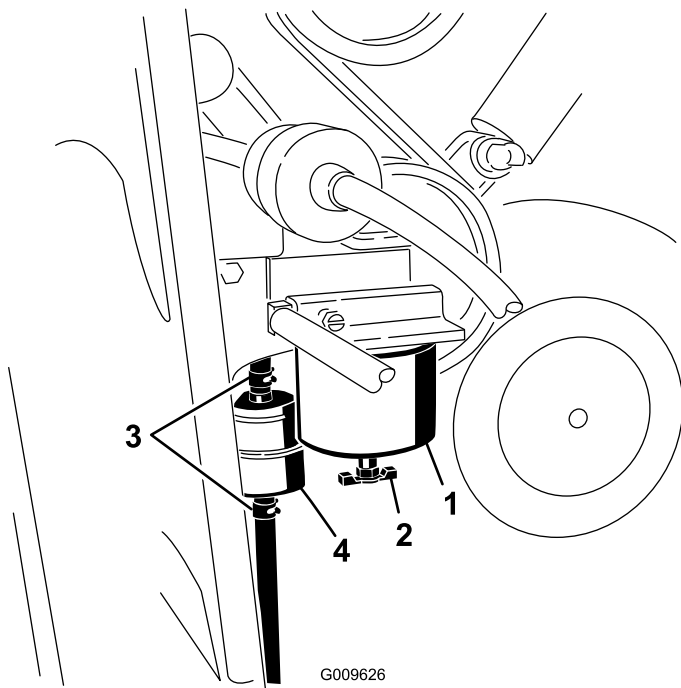

Figure 37
1. Localisez le filtre à carburant situé du côté droit du moteur (Figure 37) et placez un récipient dessous.
7. Ouvrez les colliers à chaque extrémité du filtre en ligne et débranchez les flexibles (Figure 37). Mettez le filtre au rebut.
8. Branchez les flexibles au bout d'un filtre neuf (Figure 37) en veillant à pointer la flèche qui se trouve sur le filtre dans le même sens que sur l'ancien filtre.
1. Localisez les filtres à carburant situés sur le côté droit du moteur (Figure 37) et placez un récipient dessous.
2. Nettoyez la surface autour des supports de la cartouche du filtre (Figure 37).
3. Déposez la cartouche et nettoyez la surface de montage (Figure 37).
5. Installez la cartouche à la main jusqu'à ce que le joint rejoigne la surface de montage. Serrez ensuite la cartouche d'un demi tour supplémentaire (Figure 37).
6. Localisez le filtre en ligne derrière la cartouche du filtre à carburant (Figure 37) et notez le sens de la flèche sur le côté du filtre en ligne.